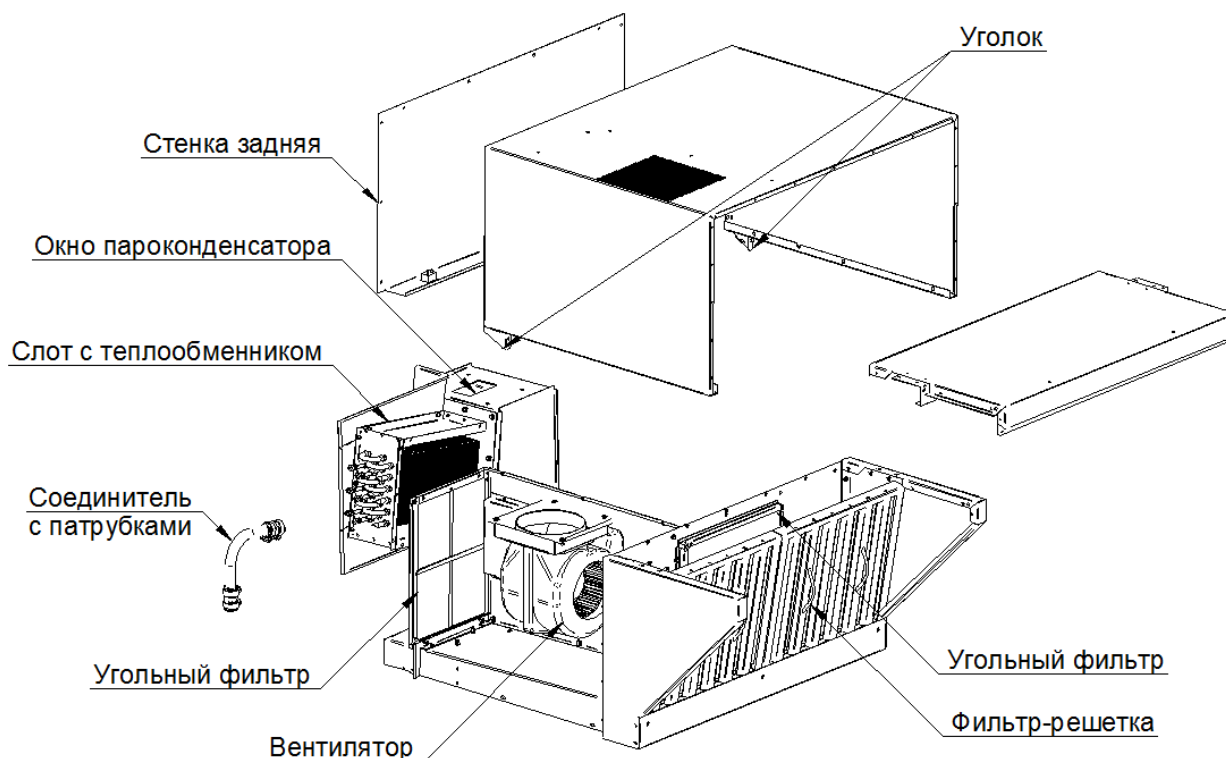

Рисунок 4 - Состав ЗВВ-4-6/4П
- слот с теплообменником. В теплообменнике шесть глухих контуров. В каждый контур заправлено 42 грамм хладагента R134A. Внутренний объем слота является пароконденсатором, имеющим окно в верхней части. Слот с теплообменником оборудован патрубком для слива конденсирующейся жидкости в канализацию (см. Рисунок 4). В патрубке предусмотрена резьба G1/2, в который установлен штуцер под шланг;